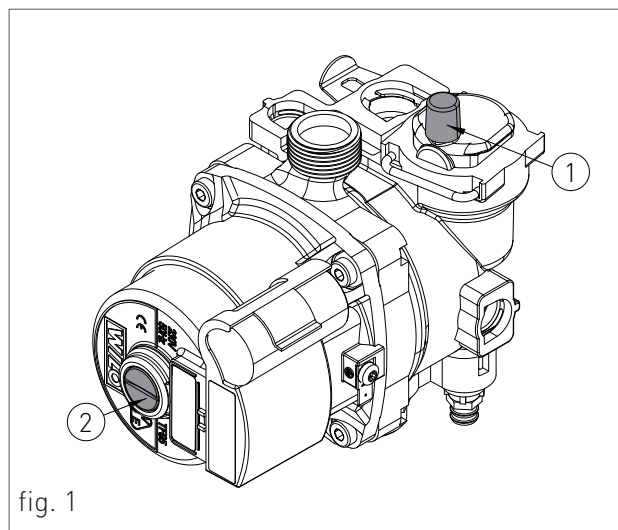

fig. 1
2. slăbiți ușor capacul supapei de siguranță a pompei de circulație (1-fig. 1) pentru a elibera aerul din sistem;
8. deșurubați capacul pompei de circulație (2-fig.1) pentru a elibera eventualele bule de aer și închideți-l bine pentru a preveni scurgerile de apă;